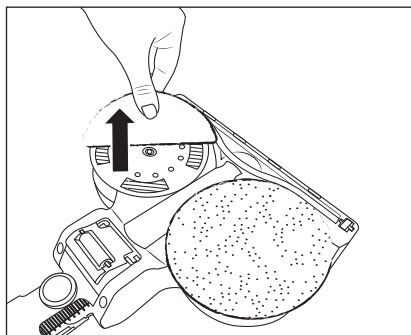

Fig. 18
- ◆ Pour retirer une serpillière ❹ de l'embout serpillière ❸, saisissez-la avec les doigts et retirez-la de l'embout serpillière ❸ en la tirant vers le haut (voir fig. 18).